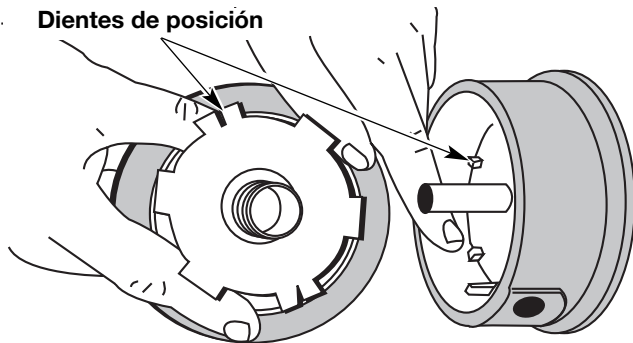

Fig. 13
4. Use un paño limpio para limpiar el carrete interior, el resorte, el eje y la bobina exterior (Fig. 13).